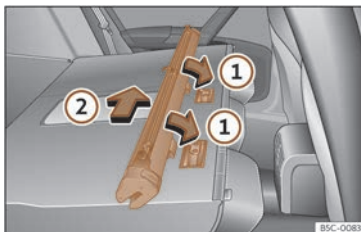

Fig. 183 Muntar la xarxa de separació en els respallers del seient posterior.
- Poseu la carcassa de la xarxa en els rebaixos dels carrils de subjecció en el sentit de les fletxes >>> **fig. 183** ①.
- Empenyeu la carcassa cap al costat esquerre del vehicle en el sentit de la fletxa >>> **fig. 183** ② i fins al límit.
- Estireu la carcassa de la xarxa aproximadament 5 cm en el sentit contrari de la fletxa >>> **fig. 183** ②.
- Traieu la carcassa dels carrils de subjecció tibant en el sentit contrari al de les fletxes >>> **fig. 183** ①.